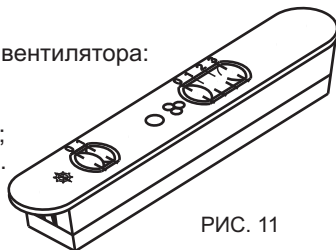

РИС. 11
7.2.1 Ползунковый переключатель (рис. 11).